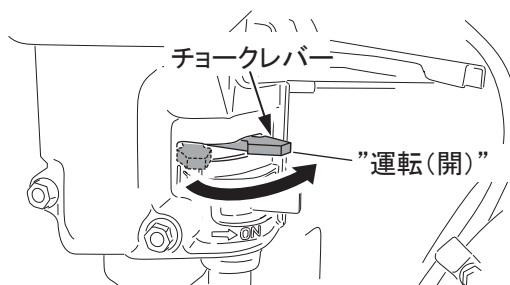

図 32
7. エンジン始動後にチョークレバーを開き(運転)ます。(図32)